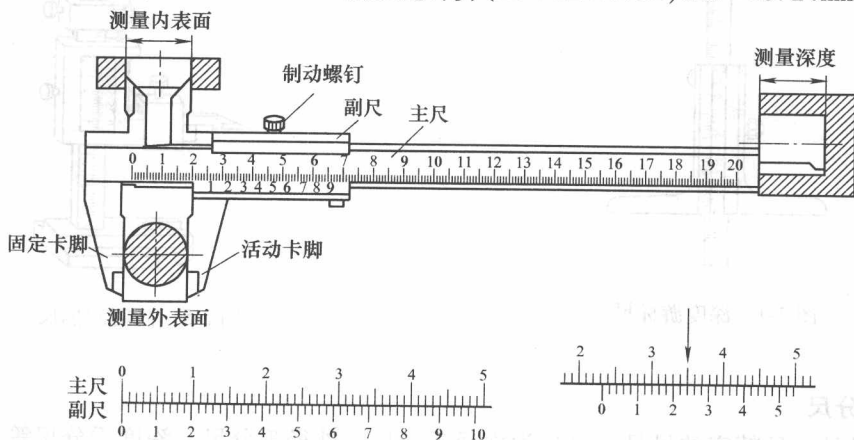

图 2-1 0.02mm 测量精度游标卡尺的读数及示例
1. 游标卡尺的刻线原理 图 2-1 所示为 0.02mm 游标卡尺的刻线原理。它由主尺和副尺组成,主尺与固定卡脚制成一体,副尺与活动卡脚制成一体,并能在主尺上滑动。主尺每小格是 1mm,当两卡脚合并时,主尺上 49mm 刚好等于副尺上 50 格,副尺上每格长度为 0.98mm,主尺与副尺每格相差 0.02mm,即测量精度为 0.02mm。